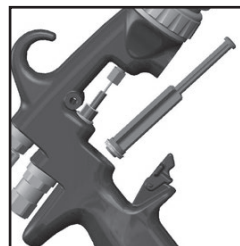

Fig. 33
8. Empujar con firmeza el sello trasero en el orificio hasta el reborde, utilizando una herramienta de servicio. (Ver Fig. 33 y 34)